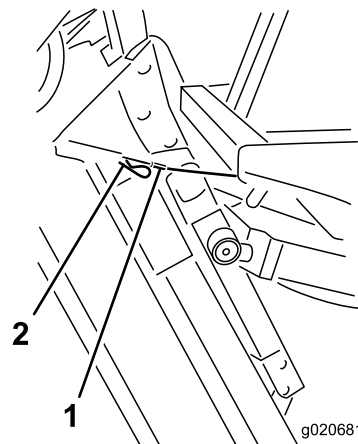

Figura 82
6. Mantenha a unidade na vertical, coloque a extremidade do cabo sobre o pino no braço de elevação da unidade de corte e fixe com o pino de segurança (Figura 82).